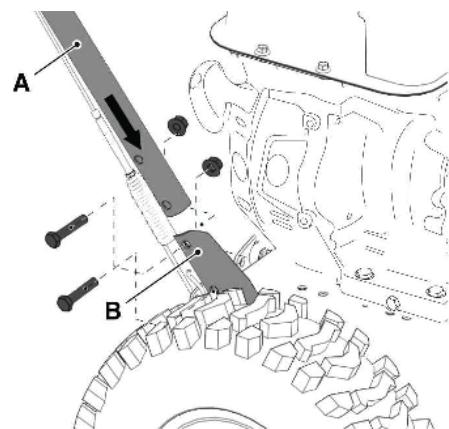

Рисунок 4
- Совместите две опоры ручки (рисунок 4. A) до упора (рисунок 4. B).